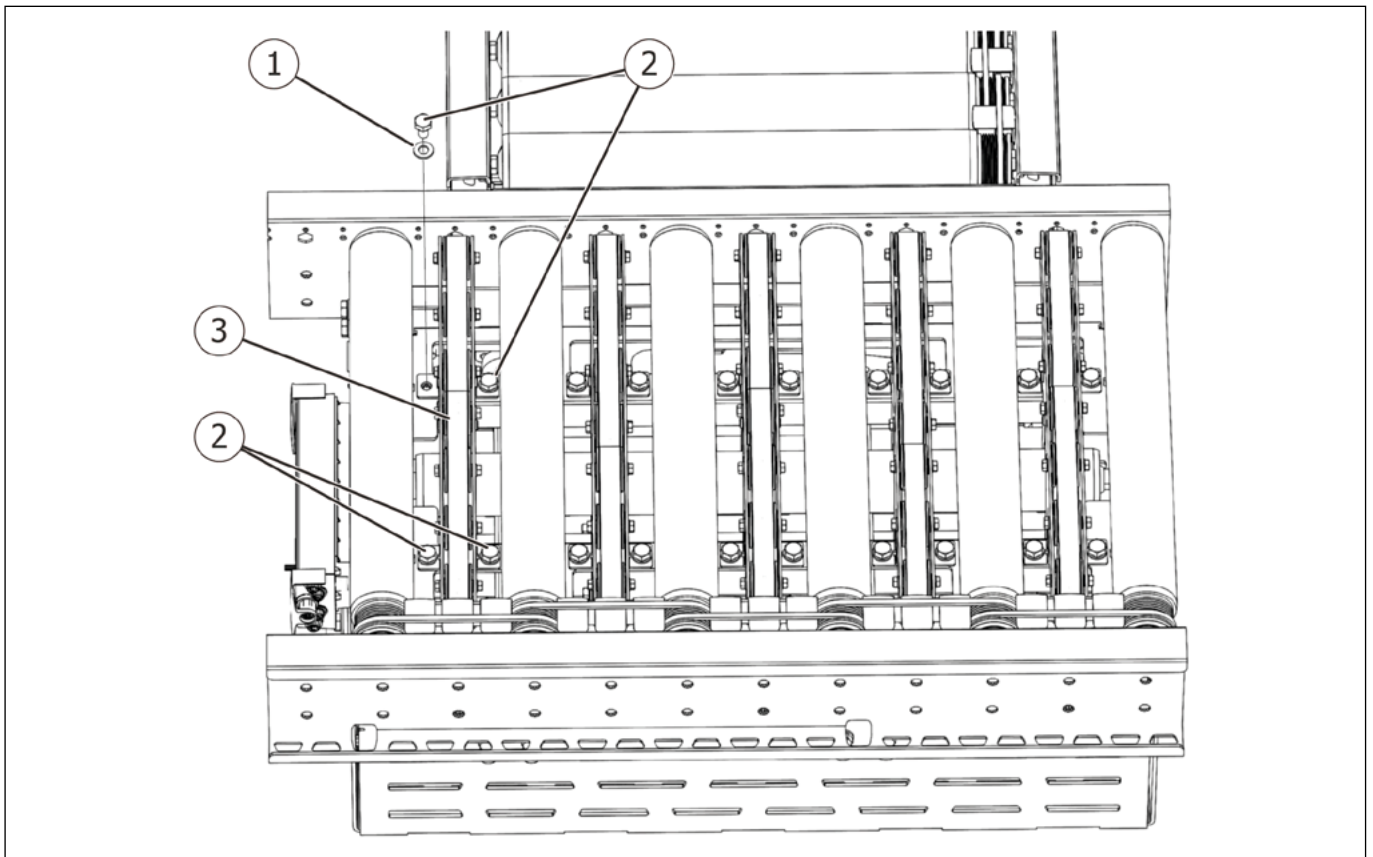

Fig. 6
1. Dévisser les vis à tête hexagonale (Fig. 6/2) et les retirer avec les rondelles (Fig. 6/1).
2. Retirer l'ensemble à lame (Fig. 6/3) du module par le haut